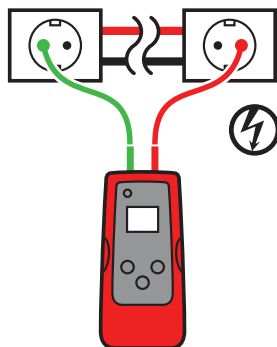

Figure 3.1a
2. Connectez le câble rouge au fil de ligne sous tension (sur le côté charge du système). Le signal sera UNIQUEMENT transmis entre la prise à laquelle le transmetteur est raccordé et la source d'alimentation (voir Figure 3.1a) (voir la section 2.2 pour de plus amples explications).